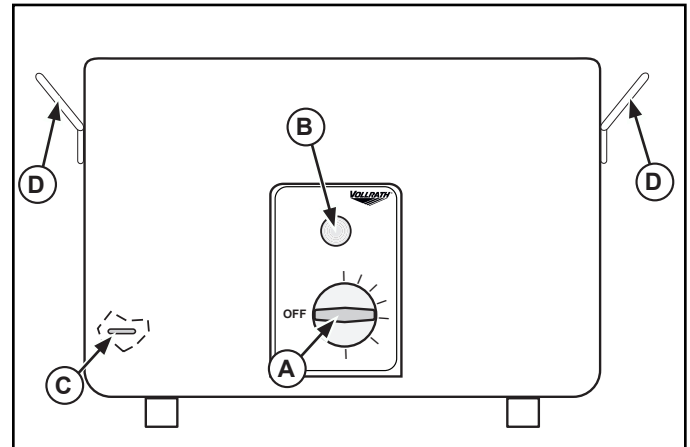

Abbildung 1. Funktionsmerkmale und Bedienelemente.
1. Wasser füllen. Der richtige Wasserstand ist bei ungefähr 1,2 l erreicht. Nicht überfüllen. Siehe Abbildung 1.